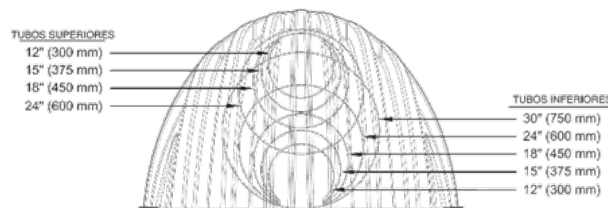

Figura 5. Guías de corte en la tapa MC-3500
- Las tapas tienen guías de corte para conectar en campo tubos de descarga de 300 a 750 mm (12 a 30 pulg) de diámetro y guías de corte para tubos de 300 a 600 mm (12 a 24 pulg) para verter agua al interior de las cámaras instaladas. Las guías de corte se muestran en la Figura 5. Las tapas perforadas de fábrica incluyen una placa soldada en la parte superior del corte.